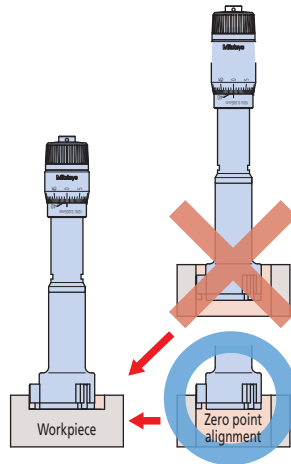

Fig. 1
4. หากทำการวัดค่าโดยใช้แค่ส่วนปลายของแกนวัด ควรทำการตั้งค่าโดยการใส่ปลายของแกนวัดในตำแหน่งเดียวกัน (Fig. 1)